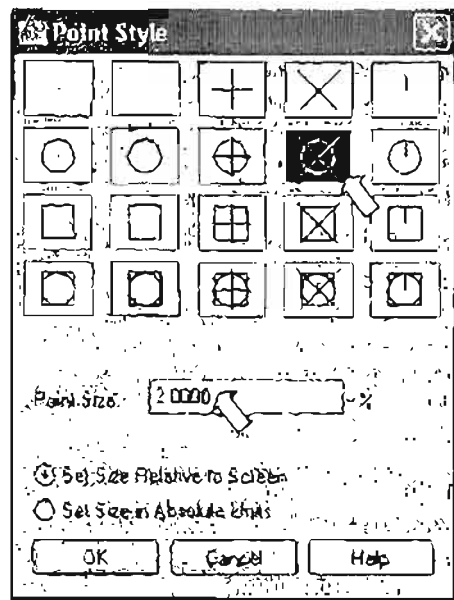

Рис. 3.26. Диалоговое окно Point Style для настройки стиля отображения точек
1. Откройте выпадающее меню Format (Формат) и выберите из него пункт Point Style (Отображение точек). Появится диалоговое окно Point Style (рис. 3.26).